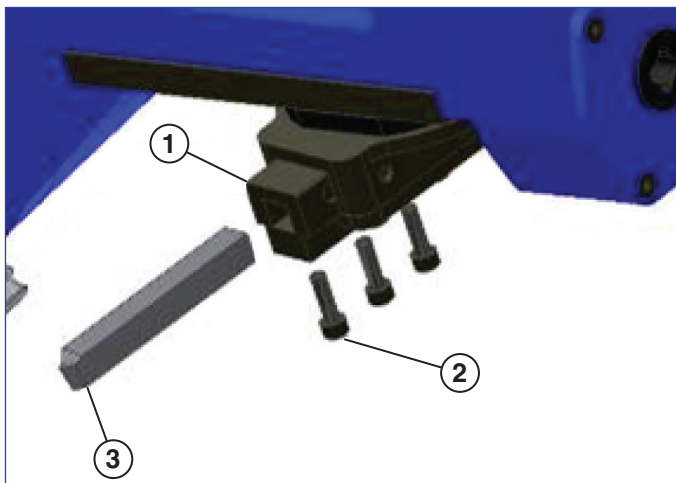

Bild 7
5. Installera verktygsskåret i verktygsblocket (se bild 7). Se till att eggen är riktad bort från verktygsskärskruvarna. Placera verktygsskåret så att ca 12,7 - 19,1 mm (0,5 - 0,75") av det går utanför botten på verktygsblocket. Spänn åt de tre ställskruvarna för verktygsskåret.